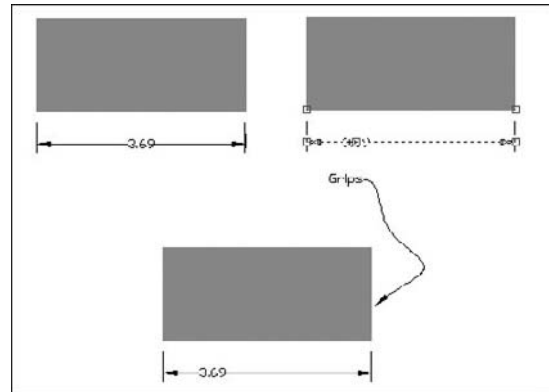

Fig.9.21
- 3 Déplacer la poignée (fig.9.21).